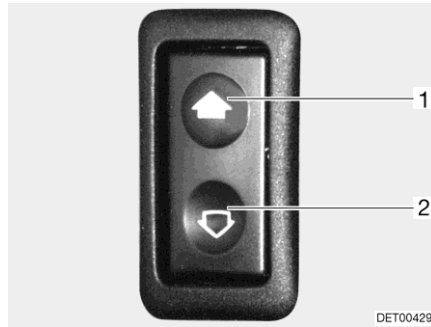

Bild 36 Reglage för elmanövrerade fönsterhissar
- Tryck nedtill (Bild 36,2) på kontakten.
- Tryck uppåt (Bild 36,1) på kontakten.